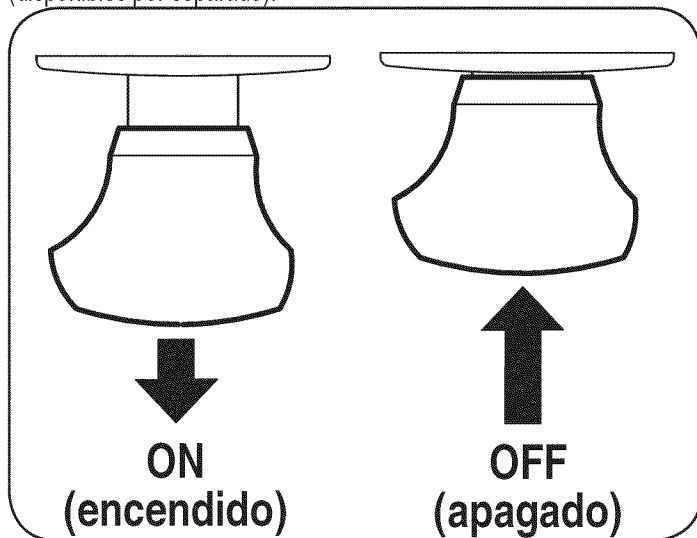

Figura 9
2. Tire de la perilla de la potencia de arranque (PTO) (enganche de cuchilla) hacia afuera hasta la posición ON (conectada). Vea la Figura 9.